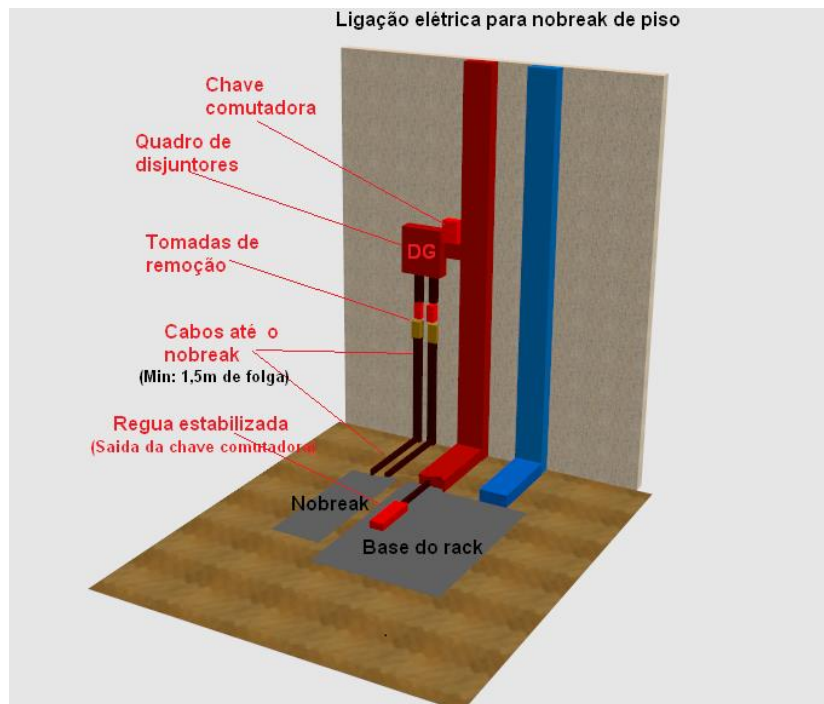
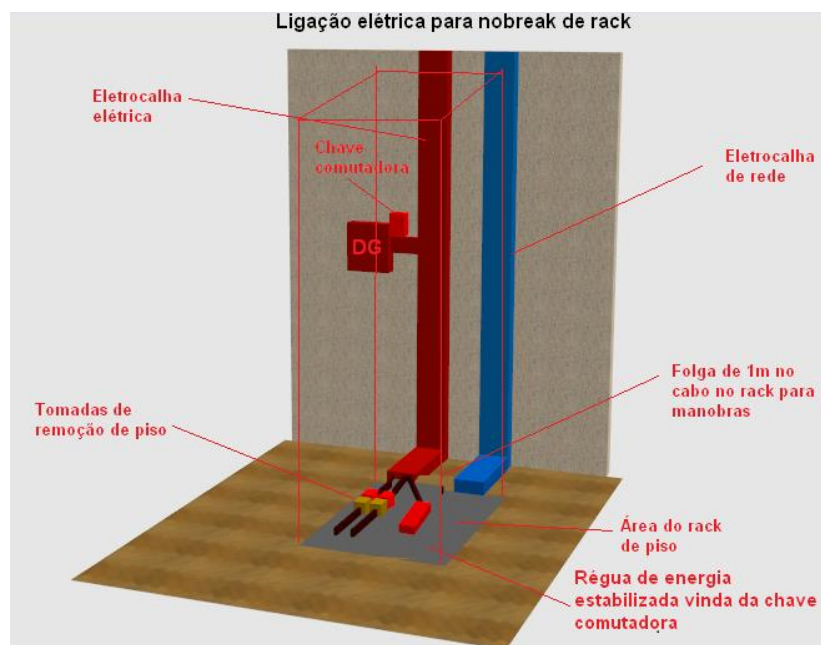

Figura 6 - Representação da passagem de eletrocalhas até o piso e ligações dos nobreaks para nobreak de piso.
Figura 7 - Representação da passagem de eletrocalhas até o piso e ligações dos nobreaks para nobreak de rack.
- Todas as eletrocalhas na chegada aos racks devem ser passadas pela parte de trás dos racks chegando até o piso conforme indicativos das Figura 6 e Figura 7;